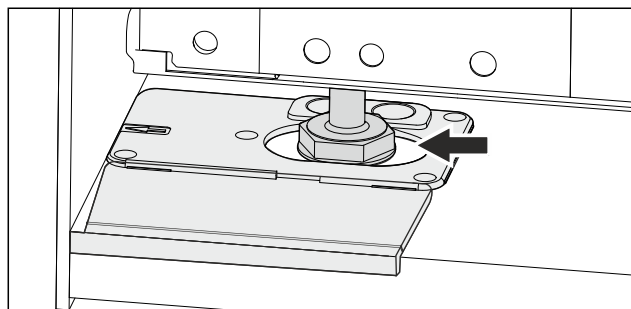

Fig. 49
- Gerät über die Stellfüße ausrichten. Fig. 49 ()